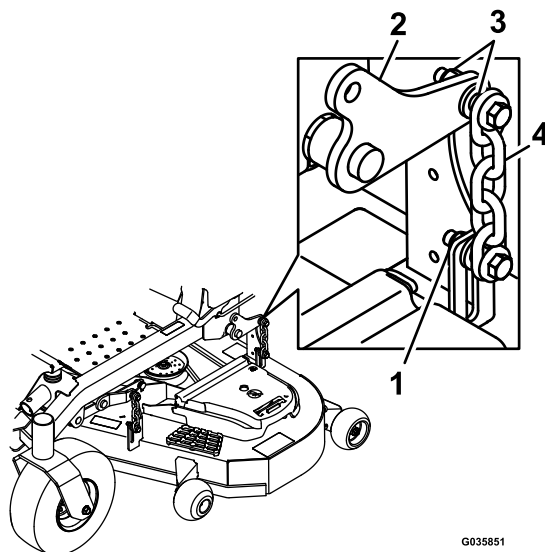

Figure 80
13. Desserrez les contre-écrous (Figure 80) aux quatre coins de sorte que le plateau repose solidement sur les 4 cales.